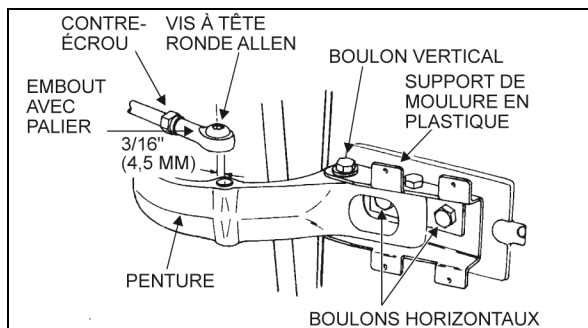

FIGURE 18 : CHARNIÈRE DE PORTE SUPÉRIEURE 18058
- Retirer la vis à tête ronde Allen et la rondelle qui maintiennent l'embout à rotule sur la charnière supérieure. Voir la Figure 18.
- Retirer la vis à tête ronde Allen et la rondelle qui maintiennent la tige et le pivot sur la charnière supérieure. Voir la Figure 18.
3. Retirer la vis à tête ronde Allen et la rondelle qui maintiennent l'embout à rotule sur la charnière supérieure. Voir la Figure 18.